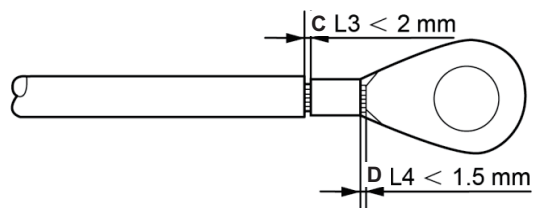

Figure 3.16 Dénuder le fil
4) Insérer le fil dénudé dans la zone de sertissage de la borne OT et utiliser la pince hydraulique pour sertir la borne sur le fil (voir figure 3.16).